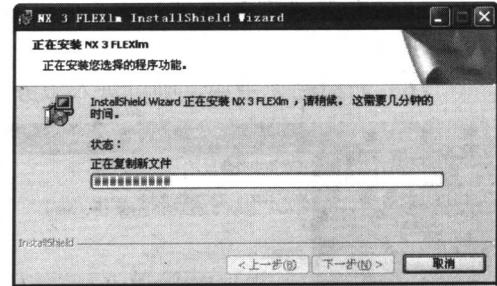

图 1-8 安装步骤 (6)
(12) 单击【安装】按钮，开始 NX 3 FLEXlm 程序安装，如图 1-8 所示。